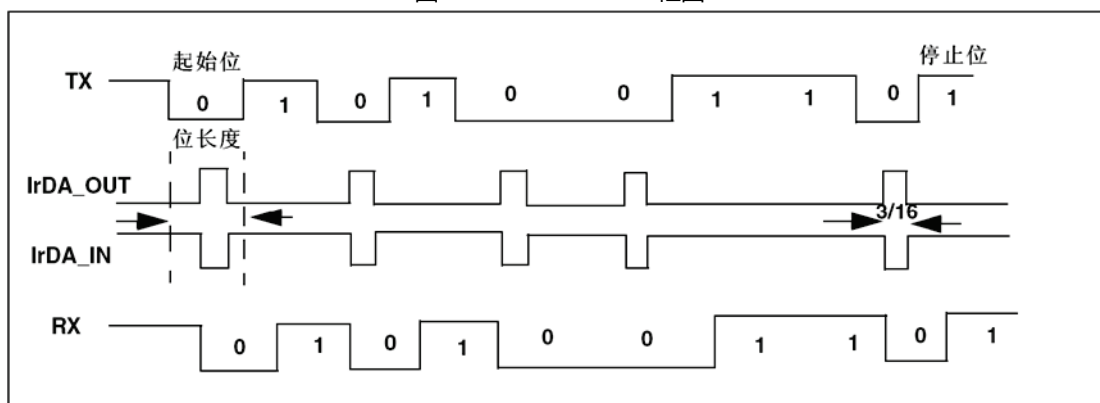

图 266 IrDA 数据调制(3/16)普通模式
- SIR 发送逻辑把'0'作为高脉冲发送，把'1'作为低电平发送。脉冲的宽度规定为正常模式时位周期的 3/16(见图 266)。